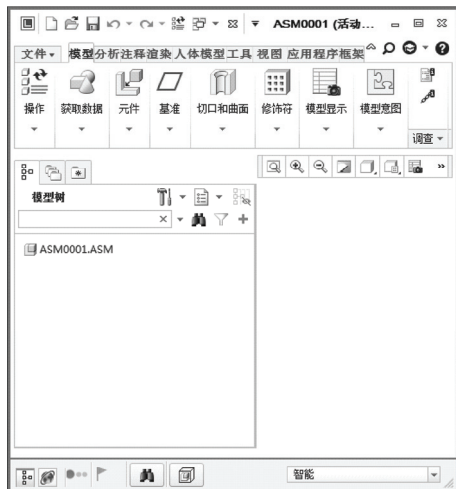

图 11-3 新建装配文件
STEP 03 单击“确定”按钮，新建一个装配文件，如图 11-3 所示。